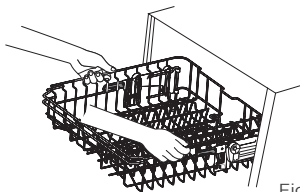

Fig. 1
1. Para levantar o cesto superior, basta levantar o cesto para posição superior (Fig. 1). Não é necessário levantar a alavanca.